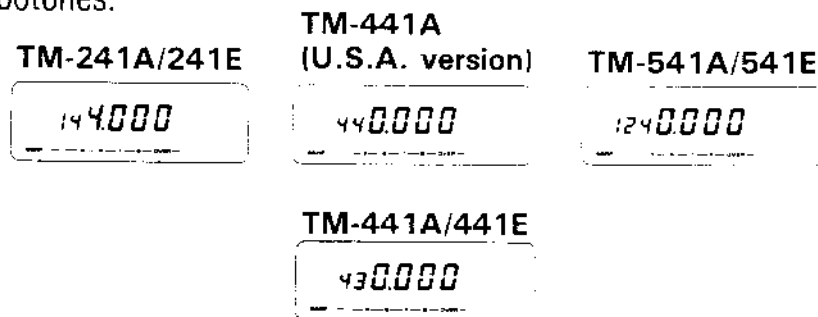

Fig. 1
2. Encienda la fuente de alimentación de CC y el interruptor de red del transceptor. La micropantalla aparecerá como se indica en la Fig. 1. Además se encenderán algunos indicadores de controles y de botones.
Si la micropantalla no aparece como se indica en la Fig. 1, inicialice el microprocesador siguiendo el procedimiento que se da en Inicialización de la Memoria del Microprocesador, página 78.